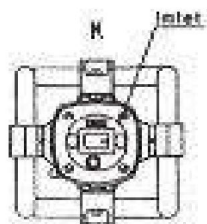

fig.2
6. När varje skift körs, ska motorns utsida rengöras när det behövs. Speciellt motorns in- och frånluftsventilationspassage måste alltid hållas fria. (som fig. 2)